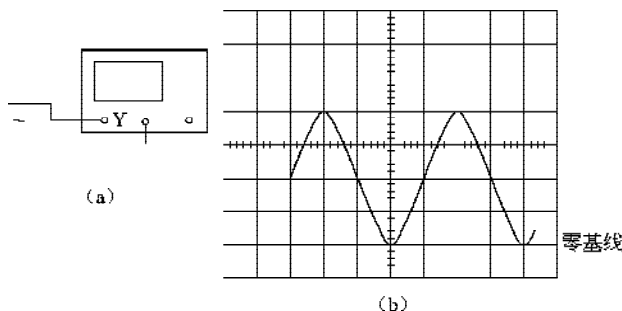

图 1-6 交流电压的测量
(1) 交流电压的幅值测量。测试电路如图 1-6(a)所示。首先将零电平基准线调节在荧光屏的下部,将 Y 轴耦合开关“DC-GND-AC”置于“AC”位置,“V/div”的微调旋钮置于校准位置(顺时针旋转到底),调节 Y 轴衰减器(V/div 的粗调旋钮),使被测交流信号工作频率和输入电压处于适当的档次。用 1:1 的探头。
如果被测试的信号波形如图 1-6(b)所示,此时灵敏度开关处于“8 V/div”位置,因为正弦波峰峰值的间距为“4 div”,所以被测电压的波峰峰值为:
假如屏幕上的波形即如图 1-6(b)所示,此时“t/div”处于“1 ms/div”档,则信号的周期为